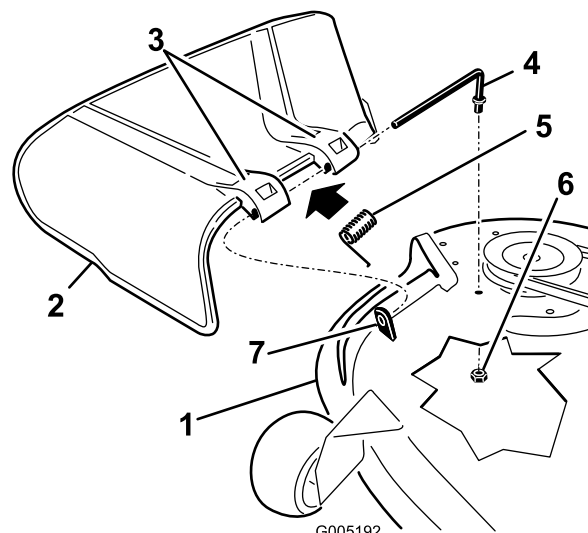

Figure 60
1. Repérez les éléments illustrés à la Figure 60.
2. Retirez l'écrou (3/8 pouce) de la tige, sous le plateau de coupe (Figure 60).
3. Sortez la tige de la courte cheville de positionnement, du ressort et du déflecteur d'herbe (Figure 60). Enlevez le déflecteur s'il est endommagé ou usé.
4. Remettez en place le déflecteur d'herbe (Figure 60).
6. Placez le ressort sur la tige, les fils d'extrémité dirigés vers le bas, entre les supports du déflecteur d'herbe. Insérez la tige dans le deuxième support du déflecteur d'herbe (Figure 60).
7. Insérez la tige à l'avant du déflecteur dans la courte cheville de positionnement sur le plateau. Fixez l'extrémité arrière de la tige dans le plateau de coupe à l'aide d'un écrou (3/8 pouce) (Figure 60).